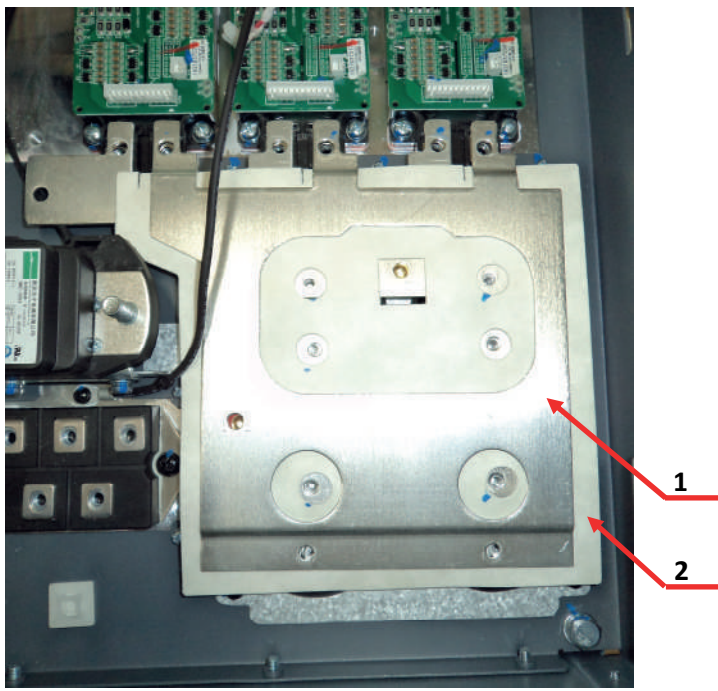

Рис.6.23
6.11.11. Извлечь шину «+» 4.4.26 поз.1 и прокладку 4.4.27 поз.2 (рис. 6.23) и положить их в тару 3.1.16.